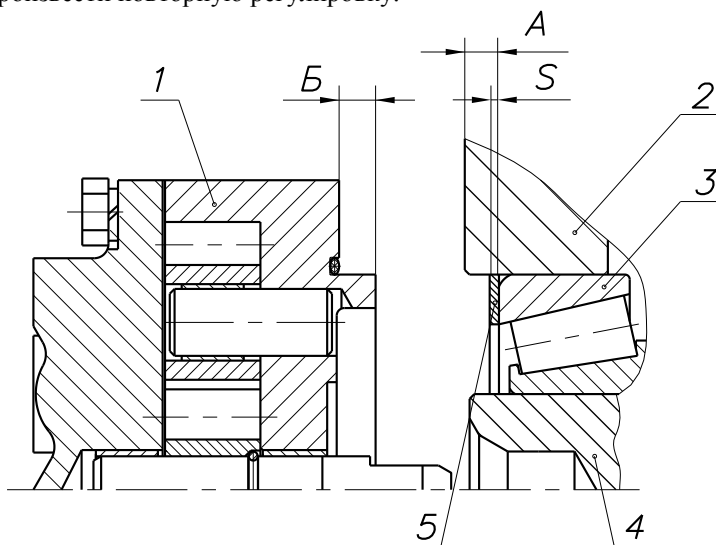

Рисунок 99:
5.1 Установить в расточку картера коробки передач наружное кольцо переднего подшипника промежуточного вала, после чего измерить абсолютную величину размера А (между торцами картера и наружным кольцом подшипника) рис. 99. При этом, наружное кольцо заднего подшипника промежуточного вала должно быть плотно (под усилием собственного веса вала) прижато к торцу проставки демультипликатора, а наружное кольцо переднего подшипника - к роликам. Перед замером промежуточный вал повернуть не менее пяти оборотов.